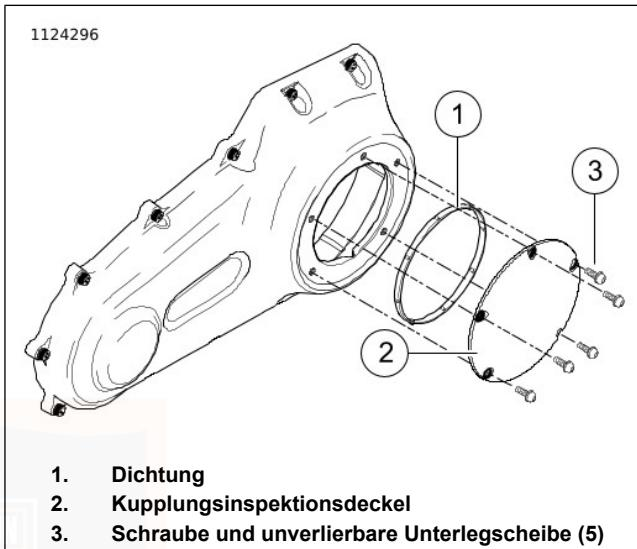
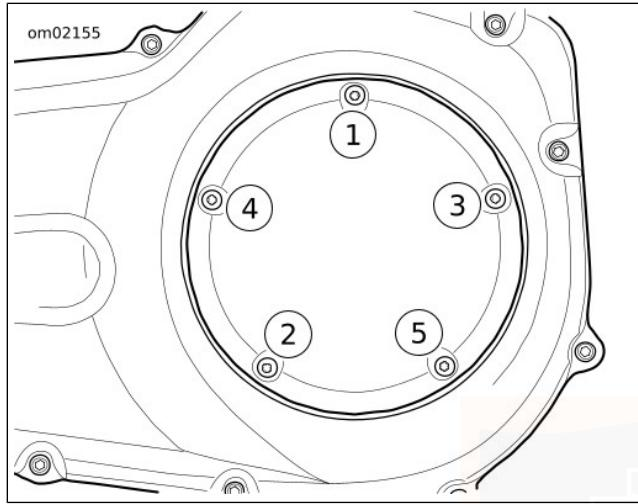

Abbildung 99. Kupplungsdeckel (Typisch)
Abbildung 100. Anzugsreihenfolge für Kupplungsdeckel
- Siehe Abbildung 99. Schrauben (3) und Kupplungsinspektionsdeckel (2) entfernen.
- Dichtung (1) entfernen. Das Öl von der Nut im Kettengehäusedeckel und der Befestigungsfläche abwischen.
- b. Siehe Abbildung 99. Die **neue** Dichtung (1) in die Nut des Kupplungsinspektionsdeckels (2) einsetzen. Jede Noppe auf der Dichtung in die Nut drücken.
- c. Den Kupplungsinspek tionsdeckel (2) mit Schrauben und unverlierbaren Unterlegscheiben (3) sicher befestigen.
- d. Siehe Abbildung 100. In der angegebenen Reihenfolge auf folgendes Drehmoment anziehen: 9,5–12,2 N·m (84–108 **in-lbs**).